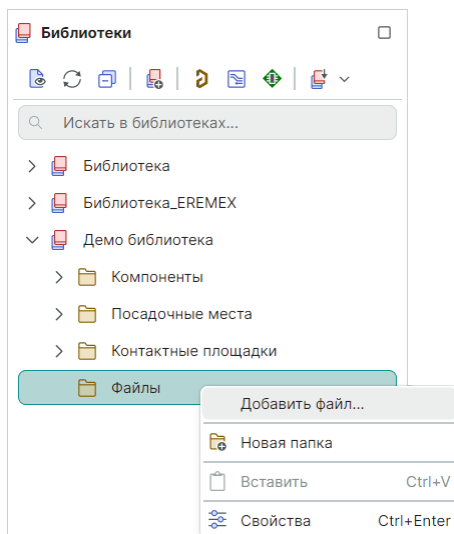

Рис. 340 Добавление файла в библиотеку
2. Из контекстного меню выберите «Добавить файл», см. Рис. 340.